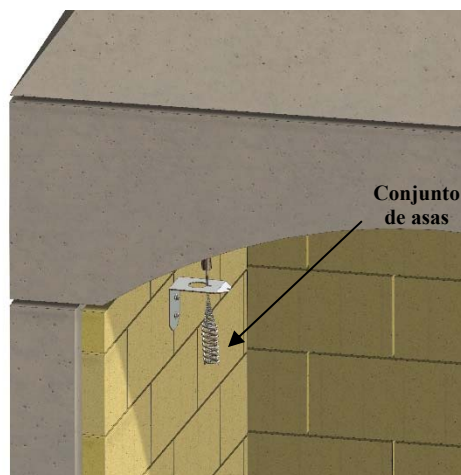

Figura 28. Montaje del soporte y del asa
D. Introduzca el cable de tracción a través del soporte y ajustar la longitud según las instrucciones del fabricante del amortiguador. Coloque el conjunto de la manivela en el soporte y compruebe que la compuerta funciona correctamente. Véase la figura 28.